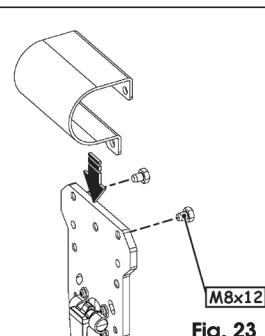

Fig. 23
- Assembler le support de la lisse, Fig. 23 réf. ①, et la flasque relative à la lisse choisie, Fig. 23 réf. ②, en utilisant uniquement les deux vis postérieures.